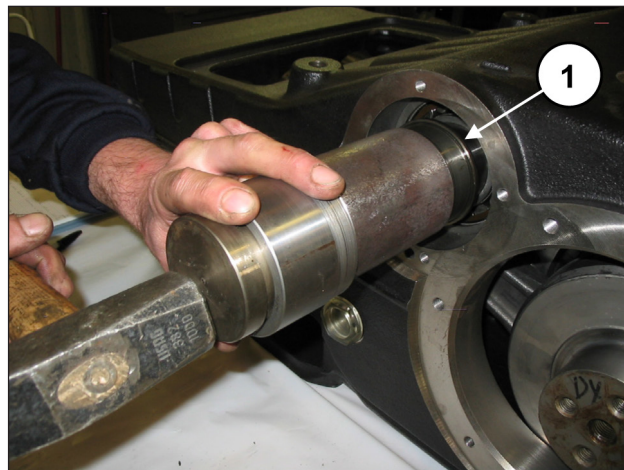
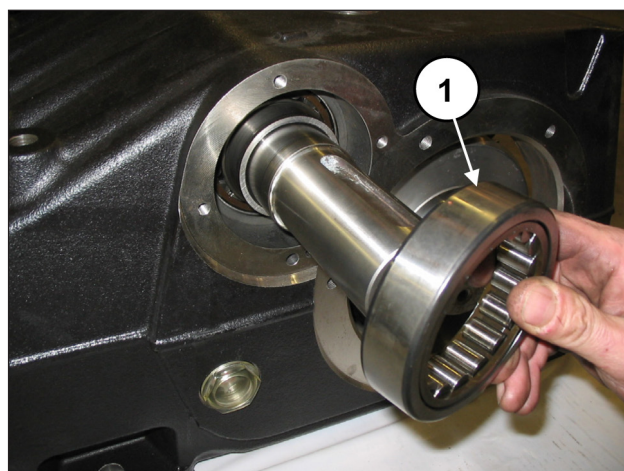

Fig. 62
Fig. 63
Introducir la anilla interna (pos. ①, Fig. 62) y la anilla externa (pos. ①, Fig. 63) de un cojinete desde un único lado de la bomba.
Introducir la anilla interna (pos. ①, Fig. 62) y la anilla externa (pos. ①, Fig. 63) del último cojinete.